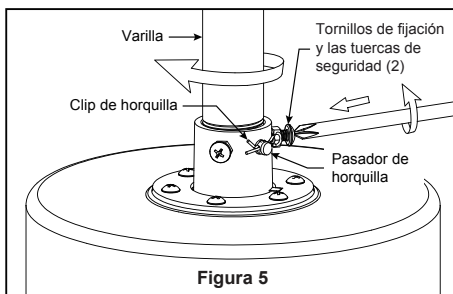

Figura 5
5. Coloque el soporte de la varilla y alinee los orificios de la clavija de horquilla en ambas piezas. Instale la clavija de horquilla y asegúrela con la pinza de horquilla. Fije los dos tornillos de presión y las tuercas de seguridad en el soporte de la varilla interior. Fije con seguridad el set de tornillos con el destornillador y luego fije bien las tuercas con una llave hexagonal. (Figura 5)
4. Una vez haya hecho las conexiones, coloque los cables hacia arriba y empújelos cuidadosamente hacia dentro de la caja de la toma de corriente, poniendo los cables blancos y verdes a un lado de la caja y los negros hacia el otro lado. Los cables deben ser colocados de forma extendida poniendo el conductor de la toma de tierra y el conductor de toma de tierra del equipo a un lado de la caja, colocando el conductor sin toma de tierra en el otro lado de la caja. (Figura 5)
5. Instale la unidad de luz LED en la carcasa de interruptor mediante los dos chaveteros. Vuelva a colocar el tornillo extraído en el Paso 3 y asegure los tres tornillos. (Figura 5)